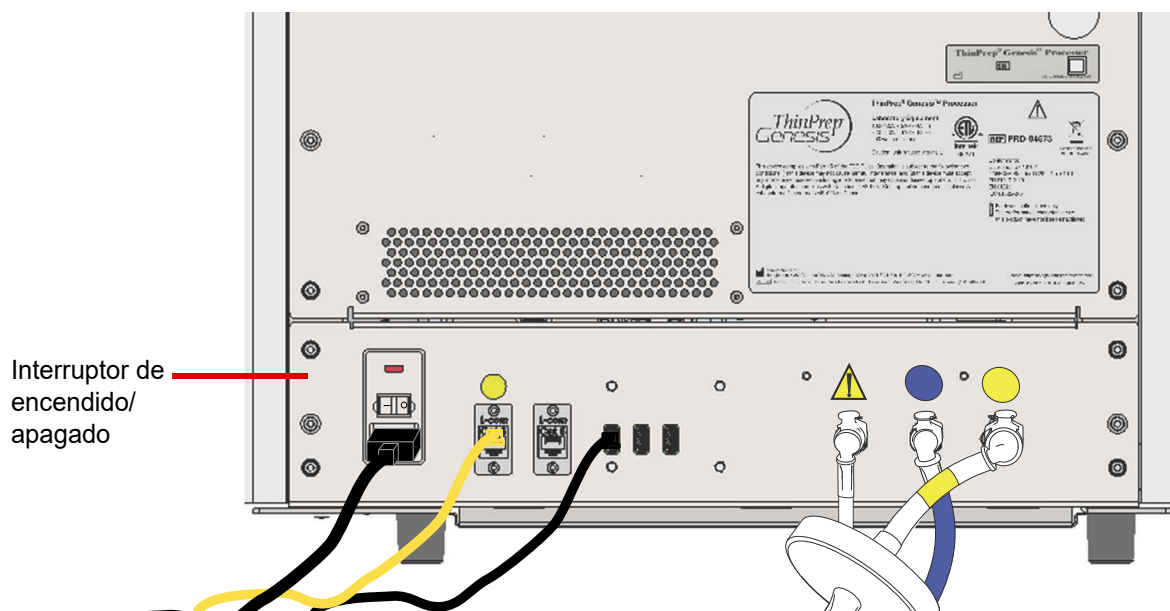

Figura 2-1 Interruptor de alimentación
1. Para encender el procesador ThinPrep Genesis, pulse el interruptor basculante que hay junto al cable de alimentación, en la parte posterior del procesador, para ponerlo en la posición de encendido. Consulte la Figura 2-1.